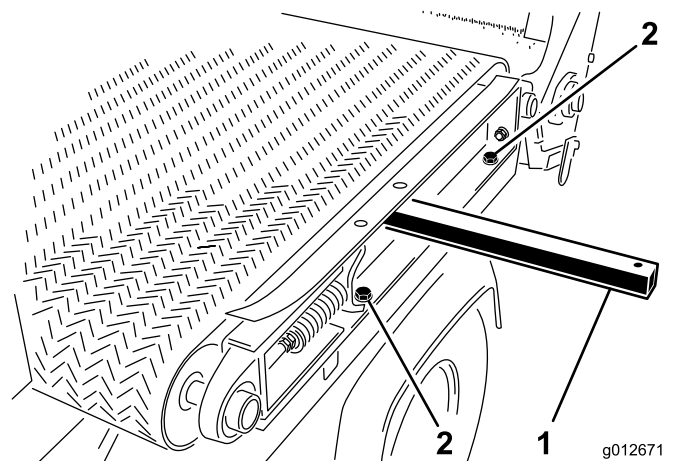

Рисунок 28
5. С левой стороны машины отверните 2 болта с 2 шайбами, которые крепят балку подвижной рамы к левому крылу (Рисунок 28).
1. Вставьте подъемный рычаг в отверстие в левой балке подвижной рамы и поднимите подъемный рычаг так, чтобы слегка отклонить раму; см. Рисунок 28 в разделе Снятие подвижной плиты (страница 26).